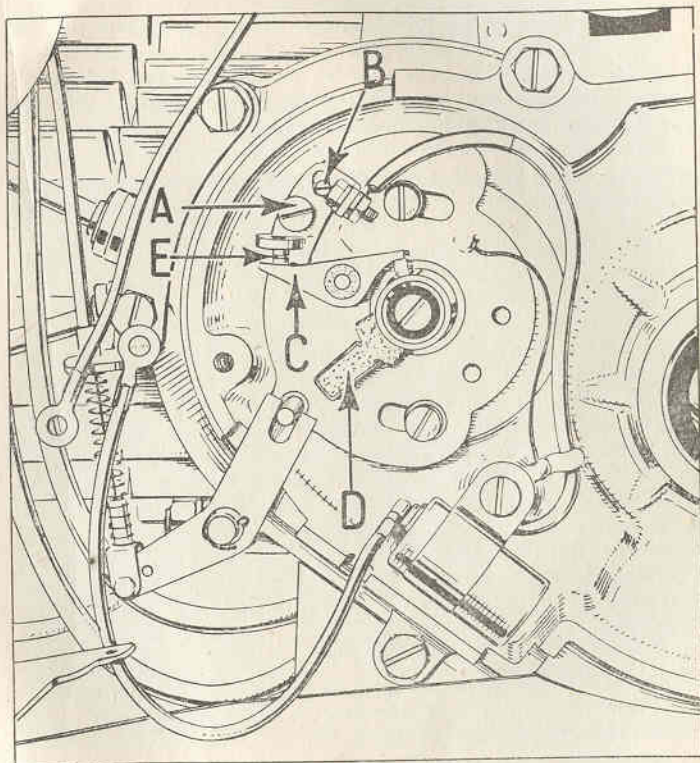

Fig. 15
Per la registrazione e lubrificazione del rottore vedere fig. 15. Dopo aver percorso 5000 Km. circa è bene controllare l'apertura dei contatti (E), questa deve risultare di mm. $0,4 \pm 0,45$. Qualora dovesse risultare maggiore o minore passare alla sua registrazione procedendo come segue: